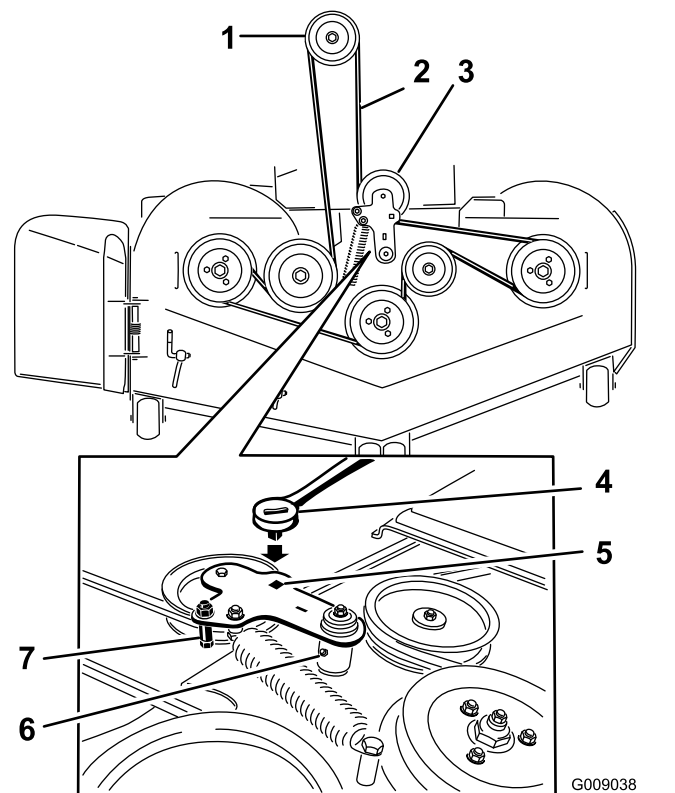

Figure 105
5. Déposez le panneau de plancher et insérez un rochet dans le trou carré de la poulie de tension du tablier (Figure 105).
6. Tournez la poulie de tension dans le sens horaire et déposez la courroie du tablier (Figure 105).